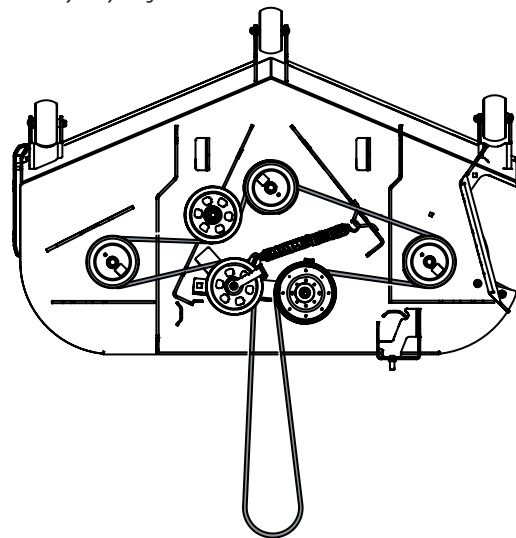

Figura 58
8. Coloque la correa como se muestra en la Figura 58. Ajuste y asegure los elementos de ferretería del brazo secundario libre.